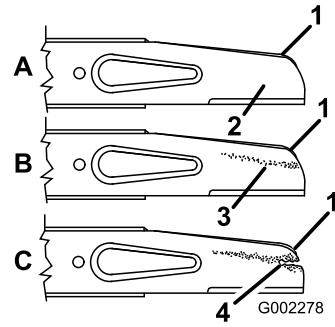

Рисунок 27
2. Выверните болт ножа, снимите стопорную шайбу, акселератор и нож (Рисунок 27).